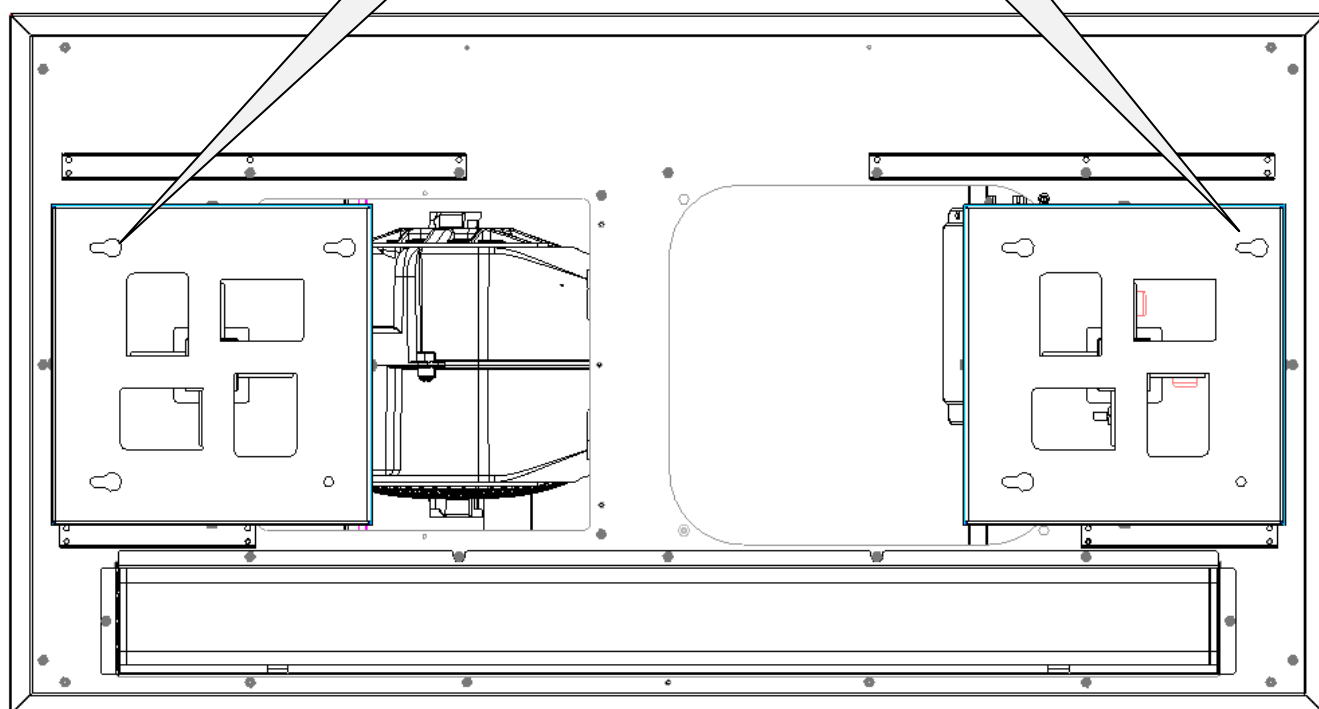

Fig. 12
- 10) Pas de hoogte van de steunen aan, rekening houdend met de hoogte van het plafond en de MINIMALE VEILIGHEIDSAFSTAND VAN DE INSTALLATIE. Nadat de hoogte van de steunen op de juiste manier is afgesteld, draait u de 4 M4x4-stelschroeven voor elke buis (afb. 12) aan.